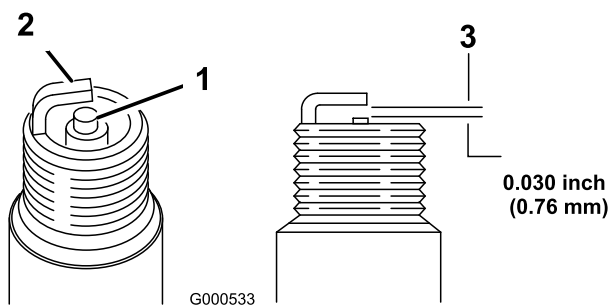

Figura 18
5. Impostate la distanza tra gli elettrodi a 0,76 mm (Figura 18).